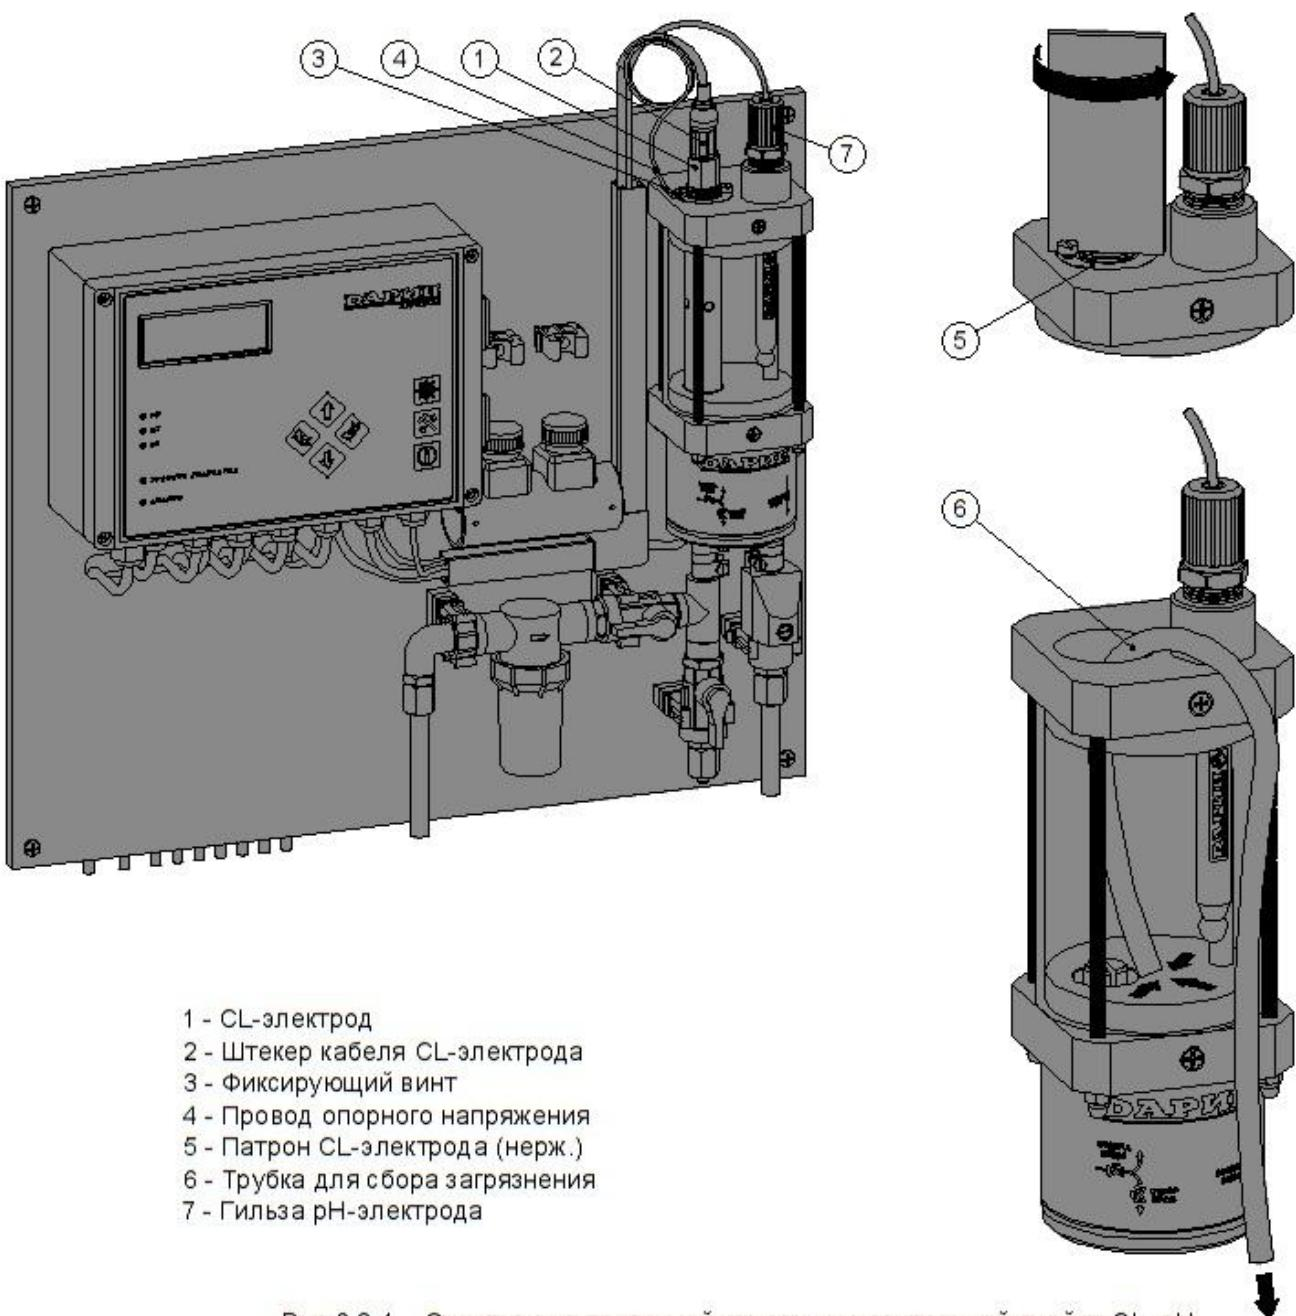

Рис.6.2-1 Очистка дна проточной камеры измерительной ячейки CL, pH
- отсоединить штекер кабеля от CL-электрода (см. рис.6.2-1, поз. 1 и 2); ослабить фиксирующий винт и отсоединить провод опорного напряжения от ячейки (см. рис.6.2-1, поз. 3 и 4); выкрутить CL-электрод из ячейки; далее выкрутить патрон CL-электрода из ячейки (см. рис.6.2-1, поз. 5);
- опустить один конец трубы на дно проточной камеры измерительной ячейки, а на другом конце трубы создать разряжение, чтобы из проточной камеры пошла вода, и опустить этот другой конец трубы в приёмную емкость (см. рис.6.2-1, поз. 6);
- слегка выкрутить гильзу pH-электрода (см. рис.6.2-1, поз. 7), чтобы из ячейки смог выходить воздух, дождаться заполнения ячейки водой и закрутить гильзу pH-электрода обратно; наличие воздуха в ячейке не нарушает её работоспособности, но желательно заполнять ячейку водой полностью;